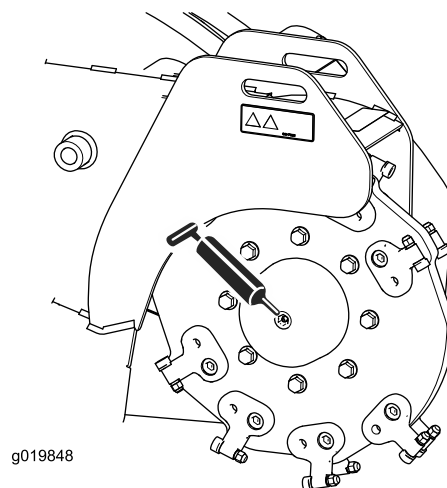

図 27
4. ニップルにグリスガン进行接続する 図 27-図 29。